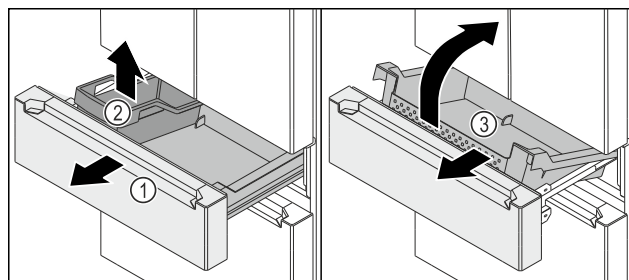

Fig. 148
- Sortir le chariot à glissière Fig. 148 (1) jusqu'en butée.
- Retirer la FlexBox Fig. 148 (2).
- Soulever l'avant du bac Fig. 148 (3).
- Retirer le bac Fig. 148 (3) par l'avant en l'inclinant.